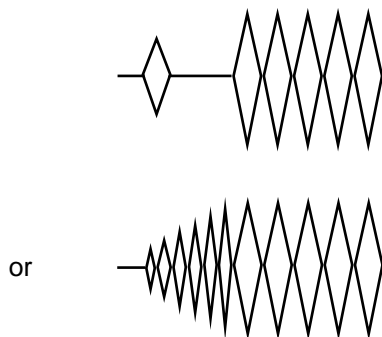

Fig. 4-6
- ② Fig. 4-6 shows the RF waveform in which the indication will result in a bar indication in 1 mode (the ABS time CANNOT be read due to a missing or distorted waveform).
- If the waveform is as in Fig. 4-6 in F.FWD mode, replace the soft brake (3-18 on page 49) or coil spring (3-17 on page 49) at the supply reel side.
- If the waveform is as in Fig. 4-6 in REW mode, replace the soft brake (3-18 on page 49) or torsion spring (3-19 on page 49) at the take-up reel side.
- ② 図4-6は、①のモード時にバー表示（ABSタイムが読めない）になってしまう場合（波形抜けまたは波形つぶれ）のRF波形です。
- FF時に図4-6の波形になる場合は、サプライリール台側のSOFT BRAKE LEVER ASS'Y（49ページ 3-18）またはCOIL SPRING（49ページ 3-17）を交換してください。
- REW時に図4-6の波形になる場合は、テイクアップリール台側のSOFT BRAKE LEVER ASS'Y（49ページ 3-18）またはTORSION SPRING（49ページ 3-19）を交換してください。